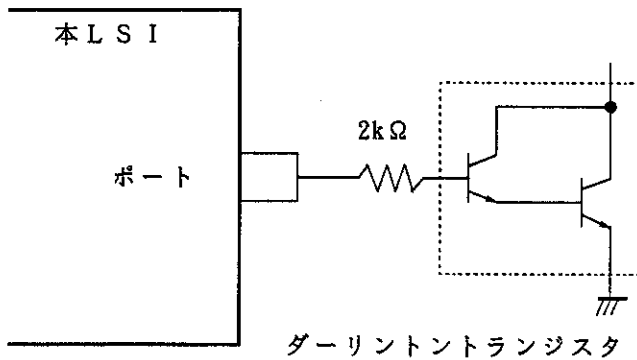
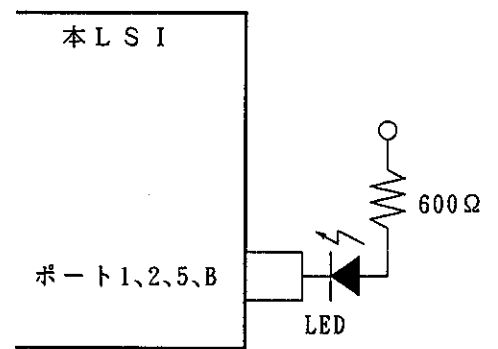

図21.1 ダーリントトランジスタ駆動回路例
図21.2 LED駆動回路例
2. ダーリントトランジスタや、LEDを直接駆動する場合には、図21.1、図21.2に示すように、出力に必ず電流制限抵抗を挿入してください。